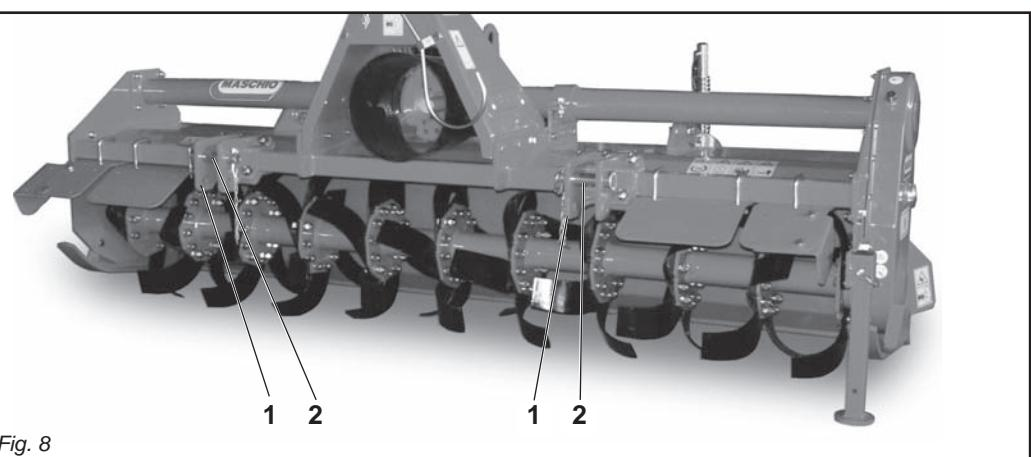

Fig. 8
In base alle dimensioni specifiche di questi 2 tipi di attacchi dei trattori è necessario determinare la posizione più favorevole della macchina spostando opportunamente sul tubo quadro le piastre (1 Fig. 8) e inserendo i perni (2 Fig. 8) nei fori corrispondenti al giusto diametro delle parallele del trattore.
Depending on the precise dimensions of these two types of hitches, find the best position for the machine by moving the plates (1 Fig. 8) along the square tubular and inserting the pin (2 Fig. 8) in the holes corresponding to the correct diameter for the tractor's parallel arms.
En fonction des dimensions spécifiques de ces deux types d'attelages des tracteurs il faut déterminer la position la plus favorable de la machine en déplaçant, sur le tube carré, les plaques (1 Fig. 8) et introduire les axes (2 Fig. 8) dans les trous correspondant au bon diamètre des parallèles du tracteur
Alle Maschinen können an jedem beliebigen Schlepper mit Universal-Drei-punktaufhängung der 1. und 2. Kategorie angebaut werden. Aufgrund der spezifischen Abmessungen dieser beiden Schlepperanschlüsse kann man die günstigste Position der Maschine festlegen, indem man die Platten (1 Abb. 8) auf dem Vierkantrohr verschiebt und die Bolzen (2 Abb. 8) in die entsprechenden Bohrungen mit dem richtigen Durchmesser auf dem Schleppergestänge eingesetzt.
En relación a las dimensiones específicas de estos dos tipos de enganche de los tractores hace falta determinar la posición más favorable de la máquina desplazando oportunamente en el tubo cuadrado las placas (1 Fig. 8) e introduciendo los pernos (2 Fig. 8) en los orificios correspondientes al correcto diámetro de las paralelas del tractor.
Le piastre (1 Fig. 8) vanno montate sempre e solo come mostrato in Fig. 8 con i fori posizionati anteriormente al tubo quadro.
- 1) Accostare le parallele del sollevatore ponendole all'interno delle piastre (1 Fig. 8), inserire il perno (2 Fig. 8) nel foro predisposto e bloccare con le copiglie a scatto.
The plates (1 Fig. 8) must always and only be mounted as shown in Fig. 8 with the holes towards the front of the square tubular. The Manufacturer declines any liability for damage to the machine or the tractor if this essential installation requirement is not observed.
- 1) *Near the lift bars, setting them in the most suitable plates (1 Fig. 8). Insert the pin (2 Fig. 8) into the relative hole and lock in place with the snap-in split pins.*
Les plaques (1 Fig. 8) doivent obligatoirement être montées comme illustré dans la Fig. 8 en utilisant les trous placés à l'avant du tube carré.
1) Approchez les barres du relevage en les plaçant à l'intérieur des plaques les plus appropriées (1 Fig. 8), introduisez l'axe (2 Fig. 8) dans le trou correspondant et bloquez par les goupilles à enca斯特rement.
Die Platten (1 Abb. 8) dürfen nur und ausschließlich so montiert werden, wie es in Abb. 8 gezeigt ist, nämlich mit den Bohrungen, die vor dem Vierkantröhr angeordnet sind. Der Hersteller haftet nicht für die Beschädigung der Maschine oder des Schleppers infolge der Nichtbeachtung dieser Angabe.
- 1) *Die Lenker des Krafthebers annähern und in die am besten geeigneten Platten schieben (1 Abb. 8). Den Bolzen (2 Abb. 8) in das Loch stecken und mit dem einrastenden Splint blockieren.*
Las placas (1 Fig. 8) deben ser montadas siempre y solamente según lo indicado en la Fig. 8 con los orificios posicionados delante del tubo cuadrado. La firma constructora no es responsable de rupturas en la máquina o en el tractor originadas por falta de respeto de esta indicación
- 1) Acerca las barras del elevador poniéndolas dentro de las placas más indicadas (1 Fig. 8), introducir el perno (2 Fig. 8) en el orificio y bloquear con los pasadores de resorte.